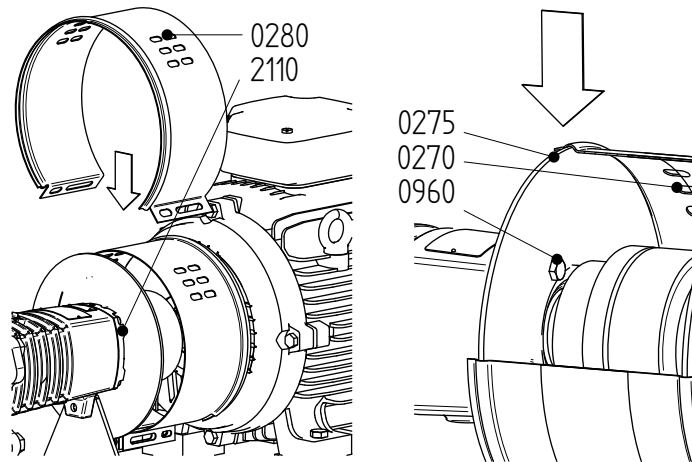

Figure 11: Installation de l'enveloppe côté pompe.
- 6 Dévissez les boulons (0940) et déposez la plaque d'assemblage (0275) du couvercle de palier (2110). Voir figure 11.
- 4 Fixez la plaque d'assemblage (0275) sur le couvercle de palier (2110) avec les boulons (0940). Voir figure 11.